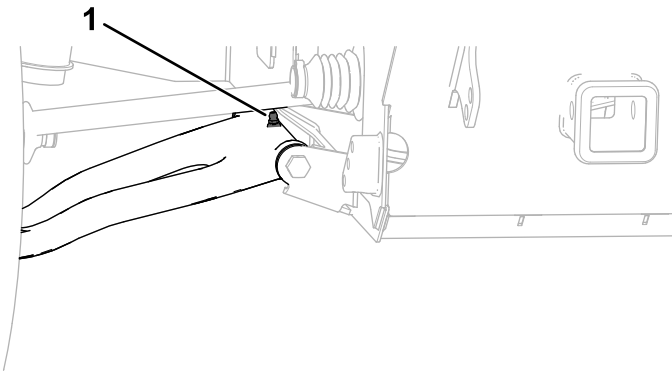

Figura 23
- **Pivotes de los brazos de control delanteros (2);** consulte la Figura 23